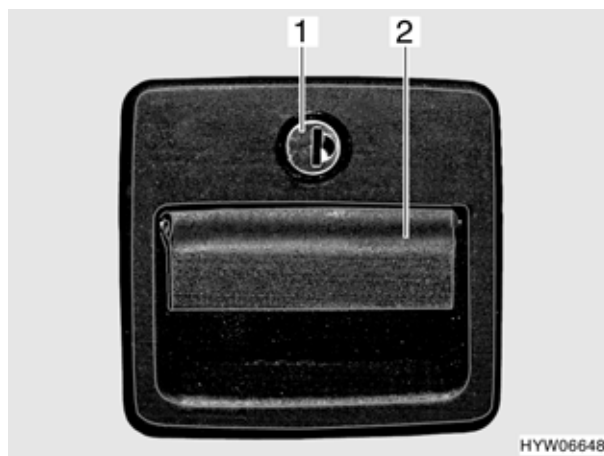

Fig. 32 Serratura dello sportello (variante 2)
- Inserire la chiave nel cilindro della serratura (Fig. 32,1) e girare in senso orario, fino a quando la serratura dello sportello si sblocca.
- Tirare la maniglia della serratura (Fig. 32,2). In questo modo si apre lo sportello esterno.
- Inserire la chiave nel cilindro della serratura (Fig. 32,1) e girare in senso antiorario. La serratura dello sportello è chiusa.